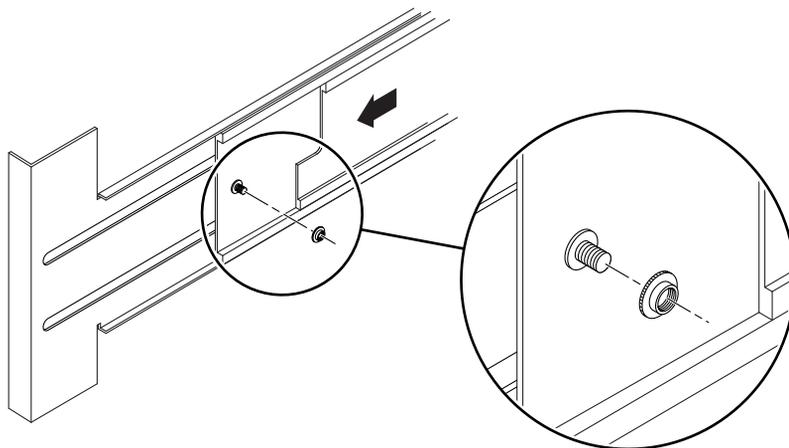

FIGURE 1-15 Insertion et serrage des entretoises
4. À l'arrière du serveur, introduisez les entretoises fournies, puis fixez-les aux boulons situés sur chaque rail (voir FIGURE 1-15).